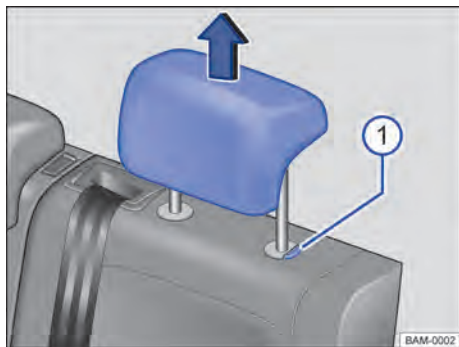

Fig. 74 Apoios para cabeça traseiros: desinstalar.
- Retirar o apoio para cabeça com o botão → Fig. 74  pressionado.
- Empurrar o apoio para cabeça para baixo com o botão → Fig. 74  pressionado.